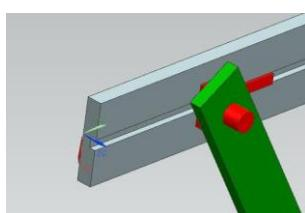

Рис.38
- ВАЖНО:** все координаты **маркеров** и иных характерных точек в нашем приложении измеряются *относительно абсолютной СК*. Поэтому в любой ситуации ещё важно знать – где и как расположена эта абсолютная система координат. Обычно РСК всегда совмещают с абсолютной системой координат. В нашем примере эта система стоит на краю серой штанги слева (рис.38).